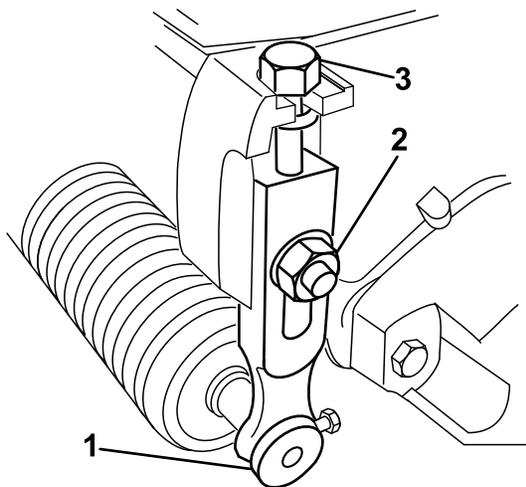

図 14
1. 刈り高アームをカッピングユニットのサイドプレートに固定しているロックナットをゆるめる 図 14。